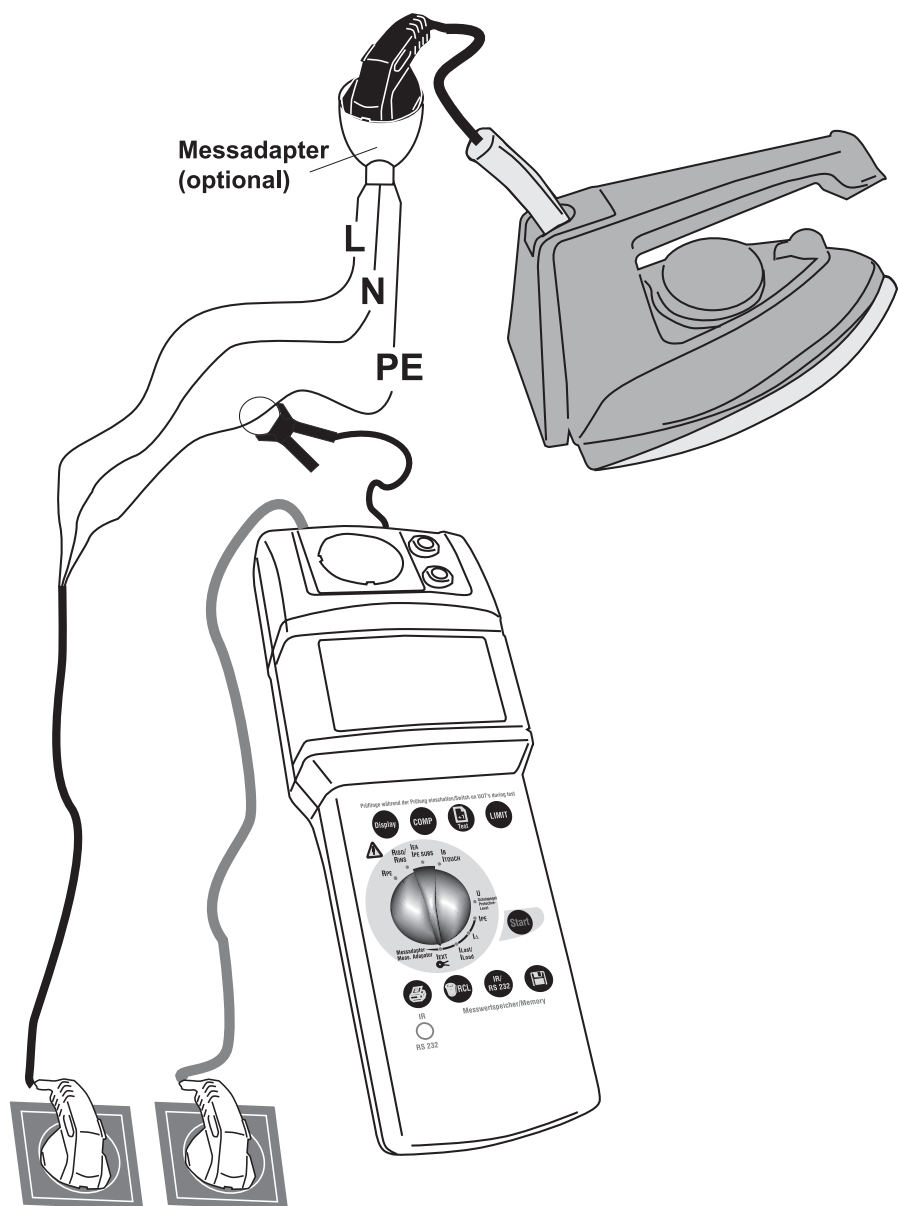

Bild 6.17: Messung des Schutzleiterstromes mit Stromzangenadapter
- 1) Schließen Sie den BEHA-AMPROBE TELARIS 0701/0702 mit dem Netzanschlusstecker (1) an eine funktionsfähige und ordnungsgemäß angeschlossene Schutzkontakt-Netzsteckdose an.
- 2) Schließen Sie den Stromzangenadapter an den Messadapteranschluss (18) des BEHA-AMPROBE TELARIS 0701/0702 an.
- 3) Stellen Sie den Drehschalter 'Messfunktion' (15) auf die Schalterstellung 'IEXT'.
- 6) Zur Messung umfassen Sie mit dem Stromzangenadapter den Schutzleiter des Prüflings, siehe Bild 6.17.
- 7) Drücken Sie die Taste „Start“ (9). Das blinkende Symbol für die Messeinheit im Display signalisiert den aktuellen Messvorgang.
- 8) Lesen Sie den Messwert von der LC-Anzeige (6) ab.
- 10) Lesen Sie den zweiten Messwert von der LC-Anzeige (6) ab. Als zu protokollierender Messwert gilt der höhere der beiden Werte.